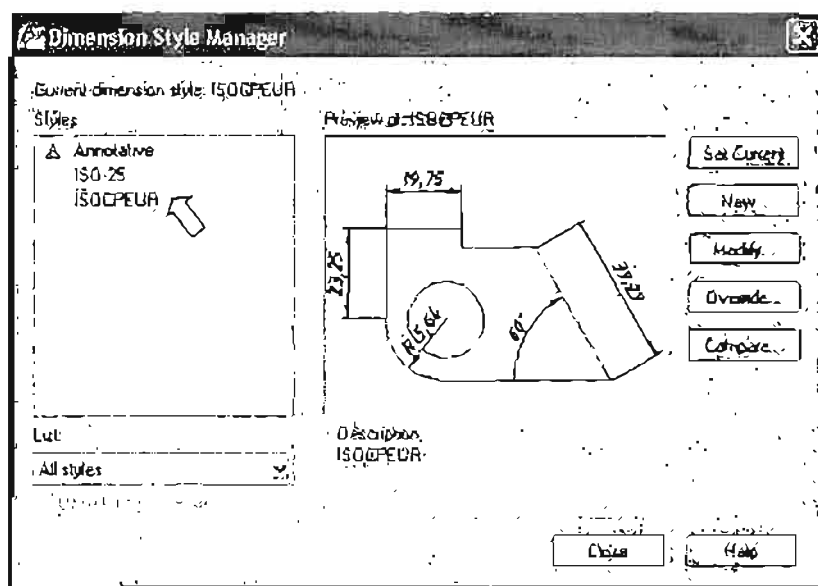

Рис. 3.15. Список размерных стилей, имеющихся в файле урока №2
5. Щелкните мышью на кнопке **OK** и войдите в диалоговое окно **Dimension Style Manager** (Диспетчер размерных стилей). Теперь в списке **Styles** (Стили) появится имя нового стиля **Isocpeur** (рис. 3.15).